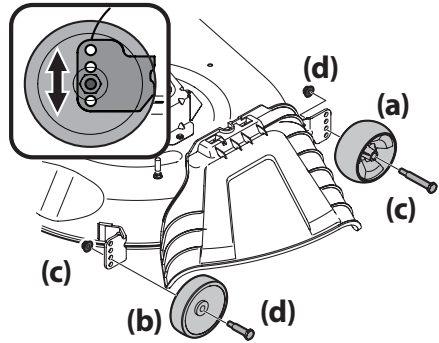

Figura 13
- b. Retire las ruedas delanteras (a) y traseras (b) de la plataforma retirando las tuercas de seguridad con brida (c) y los tornillos con reborde (d) que las sujetan a la plataforma. Consulte la Figura 13.